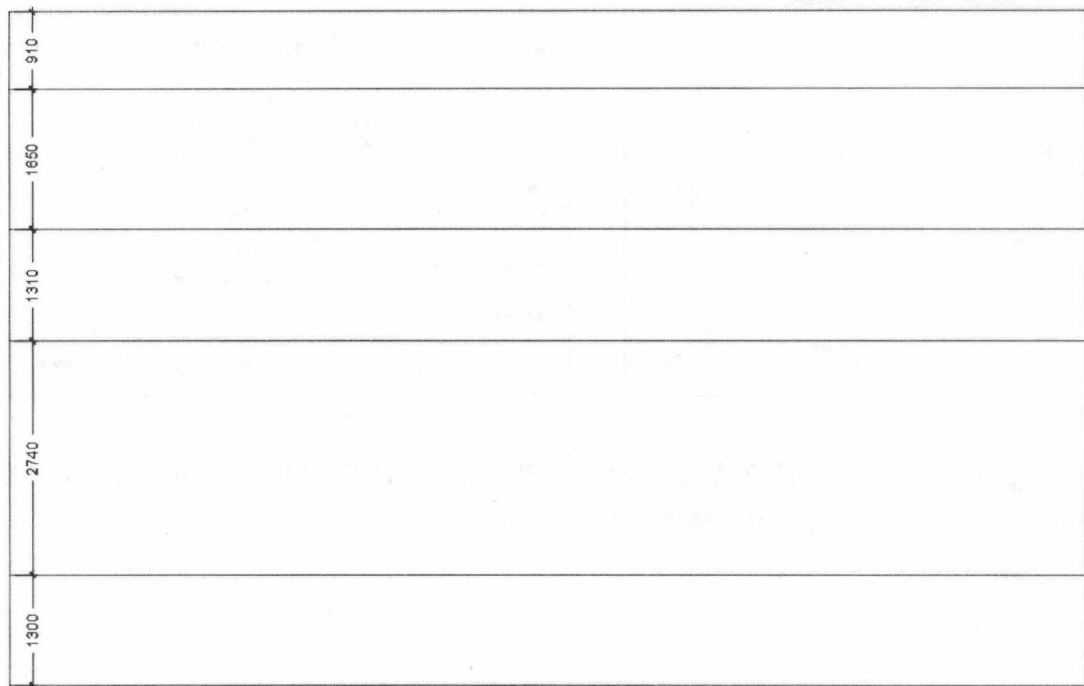

图 1-2
STEP 02 执行“偏移”命令，将长方形的上方边线向下进行偏移，偏移尺寸如图1-2所示。